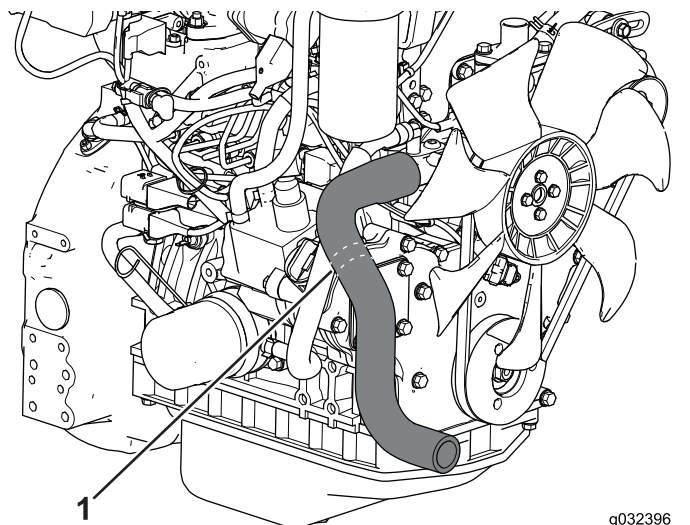

図 10
1. ラジエターホースを探し出す 図 10。
2. 切断線に沿ってラジエターホースを切断する 図 10。